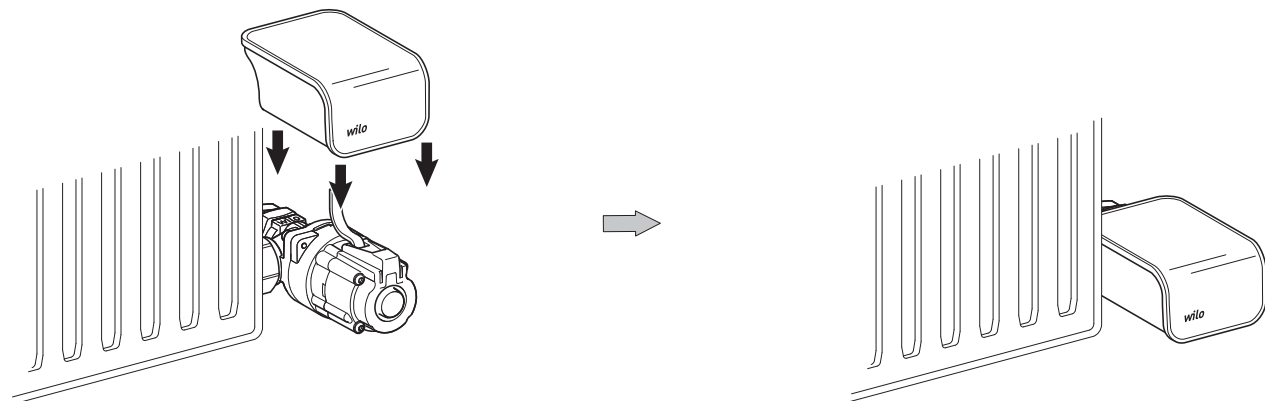

Fig. 17-4: Geniux Design Cover MC für Pumpe/Adapter Set Corner/Angle (Rücklaufadapter)
- Das Geniux Design Cover MC für Pumpe/Adapter Set Corner bzw. Angle gemäß Fig. 17-4 auf den jeweiligen Rücklaufadapter aufstecken.